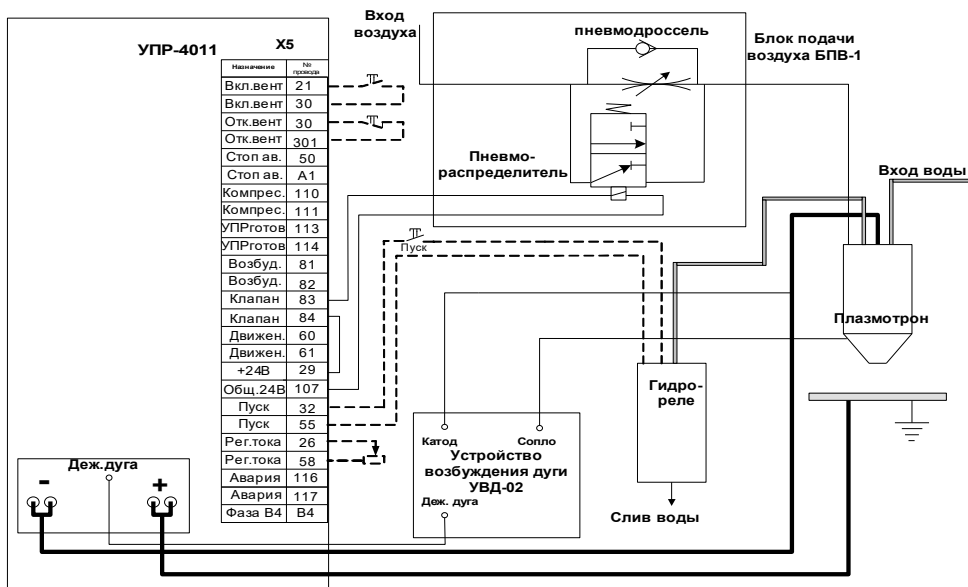

Рис.4 Схема общая установки УПР-4011.
8.3. Соедините узлы установки в соответствии со схемой общей рис.4